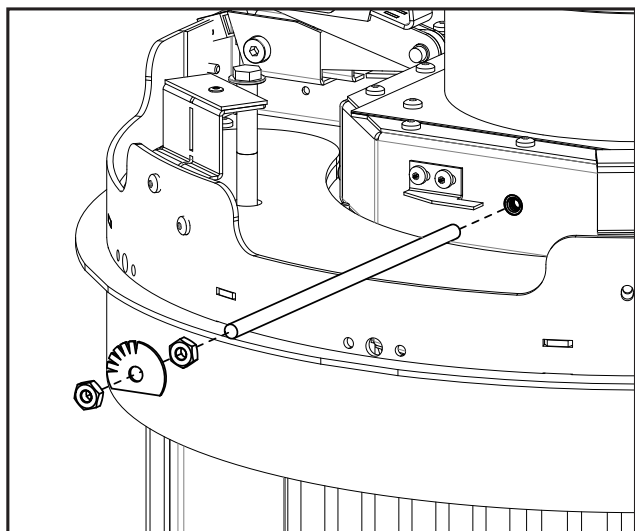

Figure 69: Retrait de la tige de restriction
6. Retirez la tige filetée du robinet d'échappement (voir la Figure 69). Une perceuse électrique avec une douille et une rallonge de 7/16" sera utile ici.